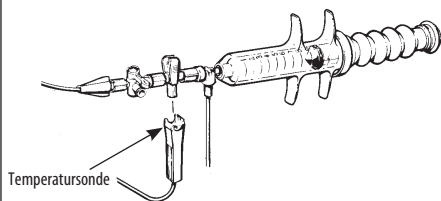

Abbildung 5: Temperatursonde und Durchflussarmatur
2. Die Injektattemperatursonde in das Durchfluss-/Rückschlagventil einführen und einrasten lassen (Abbildung 5). Das System arretieren, um Bewegungen in Bezug auf den Patienten auf ein Minimum zu reduzieren.